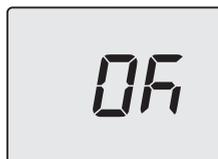

Figura 5.70
- Premendo il tasto 13 (Figura 5.65) si ottiene la conferma del valore inserito. Il display visualizzerà per 5 sec. quanto segue (Figura 5.70) poi, si porterà al livello superiore.